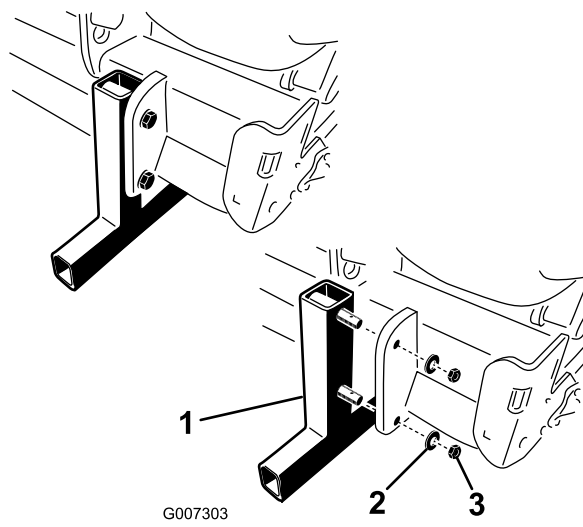

図 19
4. 格納保管用のスタンドのピンにリンチピン 付属部品に入っている を取り付ける 図 19。
2. 格納保管用フタンドをエアレータとを固定しているナットとロックワッシャを外す 図 19。